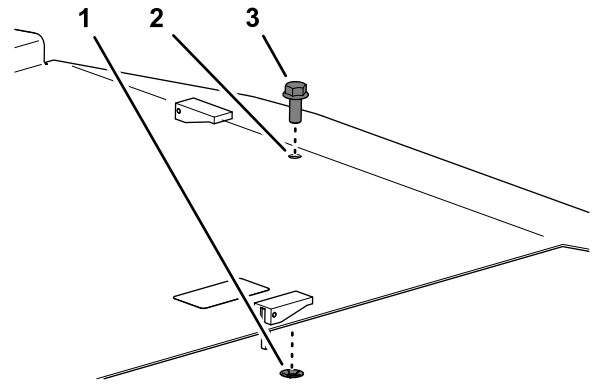

Figura 4
2. Retire la tuerca a presión que fija el perno a la cubierta de la carcasa y retire el perno de la cubierta (Figura 4).